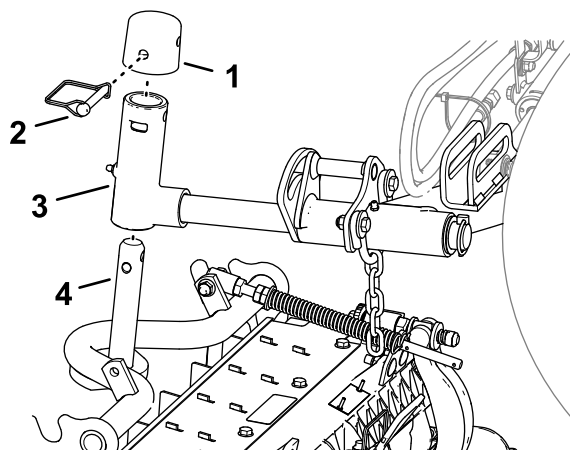

Figure 15
1. Glissez une unité de coupe sous le bras de levage (Figure 15).